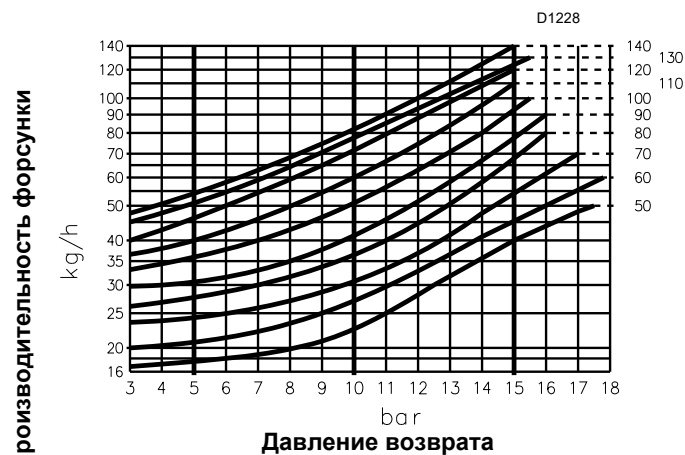
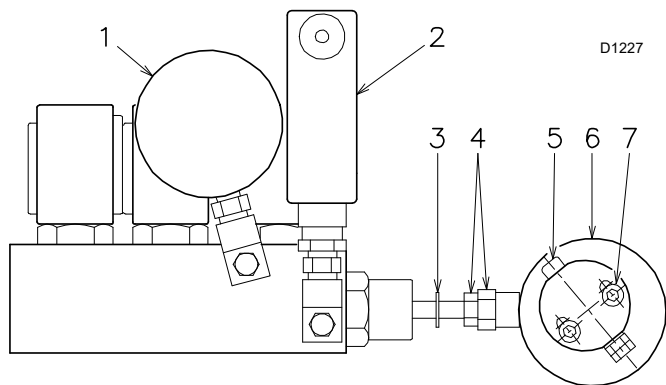

Рис. 28
Рис. 29
На графике (Рис. 28) показано это соотношение для форсунок Bergonzo типов А3 и А4 с давлением нагнетания насоса 20 бар.
Значение давления возврата на форсунку указывается на манометре 1)(Рис. 29).
Давления возврата корректируется при помощи эксцентрика 6)(Рис. 29) и гайки с контргайкой 4)(Рис. 29).
- Никогда не доводите поршень регулятора до упора: стопорное кольцо 3)(Рис. 29) определяет максимальный ход.
- После выполнения регулировки разблокируйте сервопривод (см. стр. 26) и вручную проверьте, чтобы при переходе от 0° до 130° не было заедания, а максимальное и минимальное давления соответствуют значениям, выбранным в соответствии с графиком (Рис. 28 стр. 24).
Производительность форсунки указана на графике (Рис. 28 стр. 24) напротив давления возврата на форсунку, считанное по манометру 1)(Рис. 29 стр. 25).